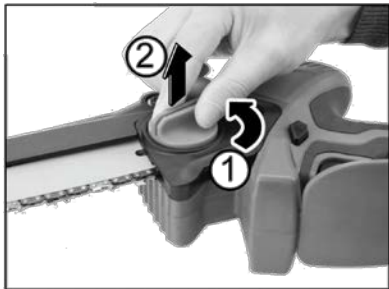

Рисунок 2
3.1.2 Відкрутіть рукоятку натягувача ланцюга (5, рисунок 1), від'єднайте захисну кришку вузла приводної зірочки (рисунок 2).